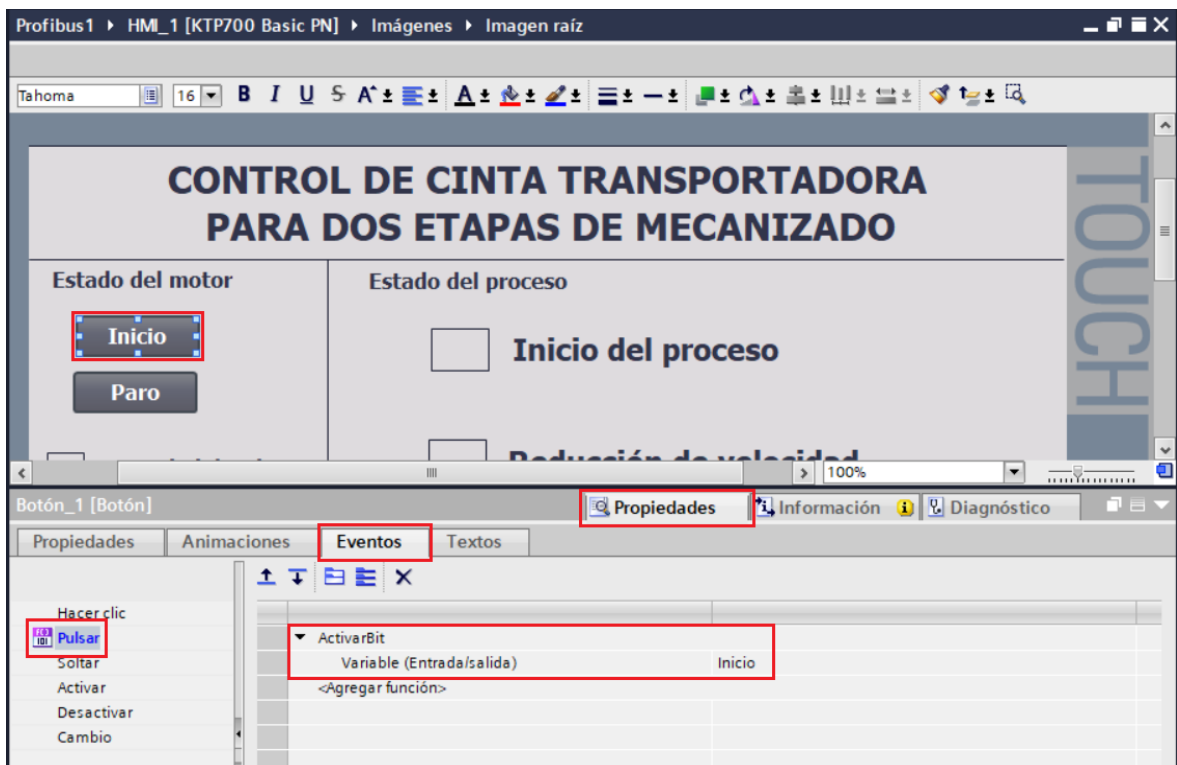

Figura 30: Configuración botón Inicio.
- En “Variable (Entrada/Salida)” escoger la variable del PLC_1 “Inicio” (ver Figura 30).